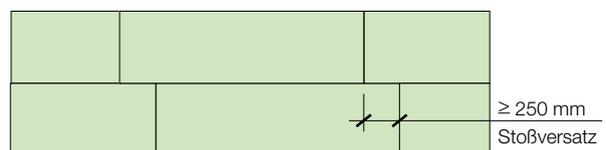

Abb. 3 Stoßversatz bei der Verlegung von ISOLAIR, PAVAWALL-GF und PAVAWALL-BLOC (Großformat)
- Der **Stoßversatz** bei der Verlegung der Platten muss  $\geq 25$  cm sein (Abb. 3). Bei PAVAWALL-BLOC (Kleinformat 40 x 60 cm) kann der vertikale Stoßversatz auf  $\geq 20$  cm verringert werden.